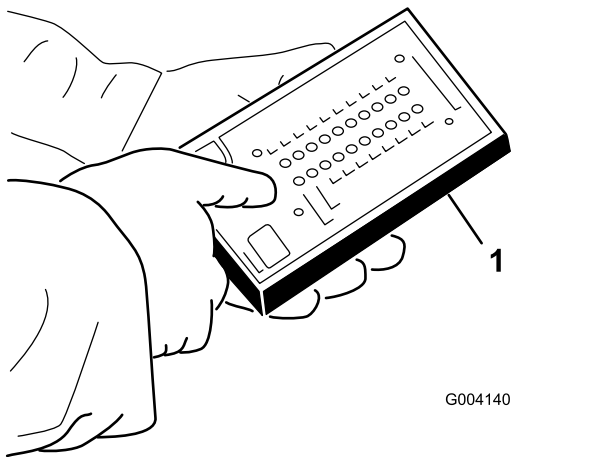

Bild 39
5. Schließen Sie den Stecker der ACE-Diagnostik an den Kabelbaum an (Bild 39).